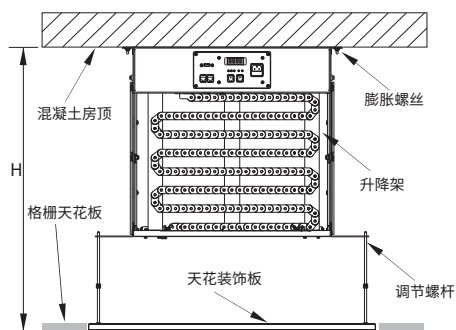

图3 普通高度天花的安装方式
- A. 如果 $H < H1$ (假设 $H2$ 调至最长状态), 可以直接把升降架安装到混凝土房顶上, 见图3;